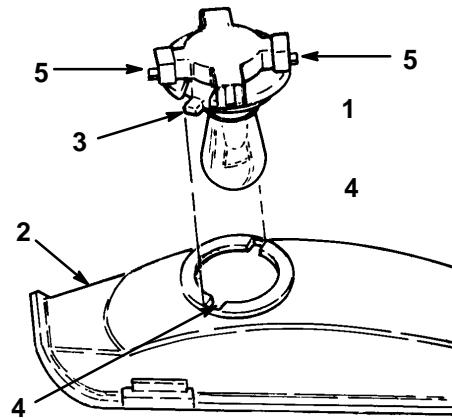

Figure 35
3. Dévisser l'embase d'un quart de tour vers la gauche et la retirer du réflecteur (Fig. 35).
2. L'embase de l'ampoule présente deux languettes (Fig. 35). Aligner ces languettes face aux rainures du réflecteur, insérer l'embase dans le réflecteur et la visser à fond d'un quart de tour vers la droite.